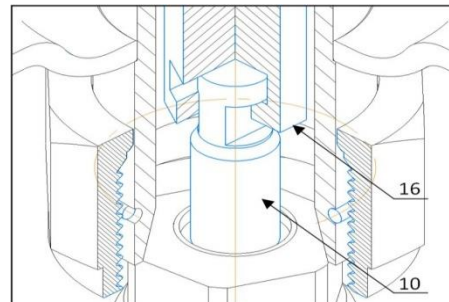

Рис.15 Схема разбора штоков
- Вывести шток гидропривода поз.16 из зацепления со штоком клапана поз.10 (см. рис.15);